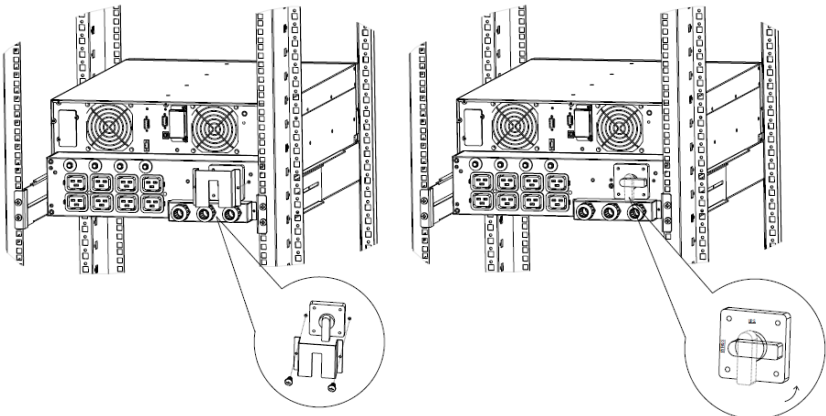

Abbildung 37: Ausbau XANTO S 10000, Schritt 1/3
1. Entfernen Sie Sicherungsabdeckung vom Wartungsbypass entfernen. Lösen Sie hierzu 2 Schrauben. Schalten Sie den Wartungsbypass auf Bypass (siehe Abbildung 37).